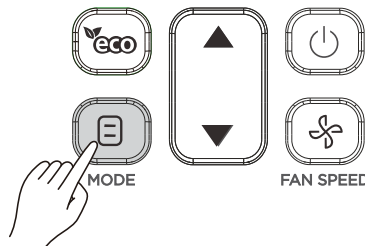

Figura 12
1. Presione  (vea la Figura 12). La pantalla de visualización muestra el modo de funcionamiento;